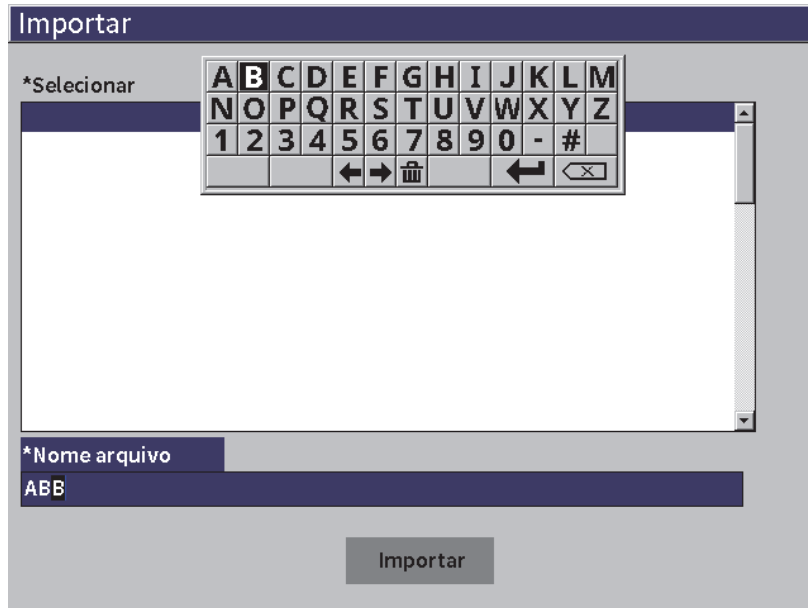

Figura 9-33 Página de configuração Importar (arquivo de vídeo)
5. Para importar o arquivo selecionado com um nome diferente, insira um novo nome (até 32 caracteres) usando o teclado virtual, botão de ajuste e a tecla Enter (veja Figura 9-33 na página 167).